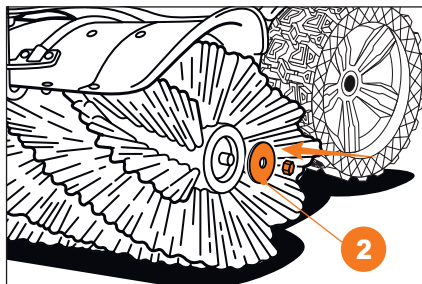

Рис. 9
- Закрепите щетку на валу при помощи шайбы **2** и гайки. Гайку затяните ключом (Рис. 9).